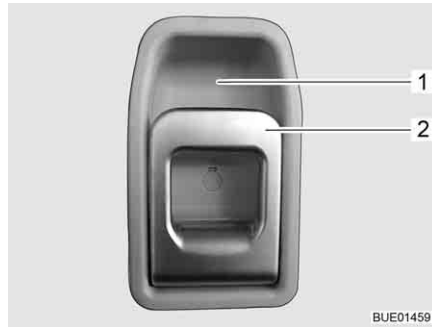

Bild 37 Türschloss Eingangstür, innen
- Öffnen:** ■ Am Griff (Bild 37,2) ziehen. Das Türschloss wird entriegelt.
- Verriegeln:** ■ Den Griff (Bild 37,2) oben in Richtung Griffschale (Bild 37,1) drücken.